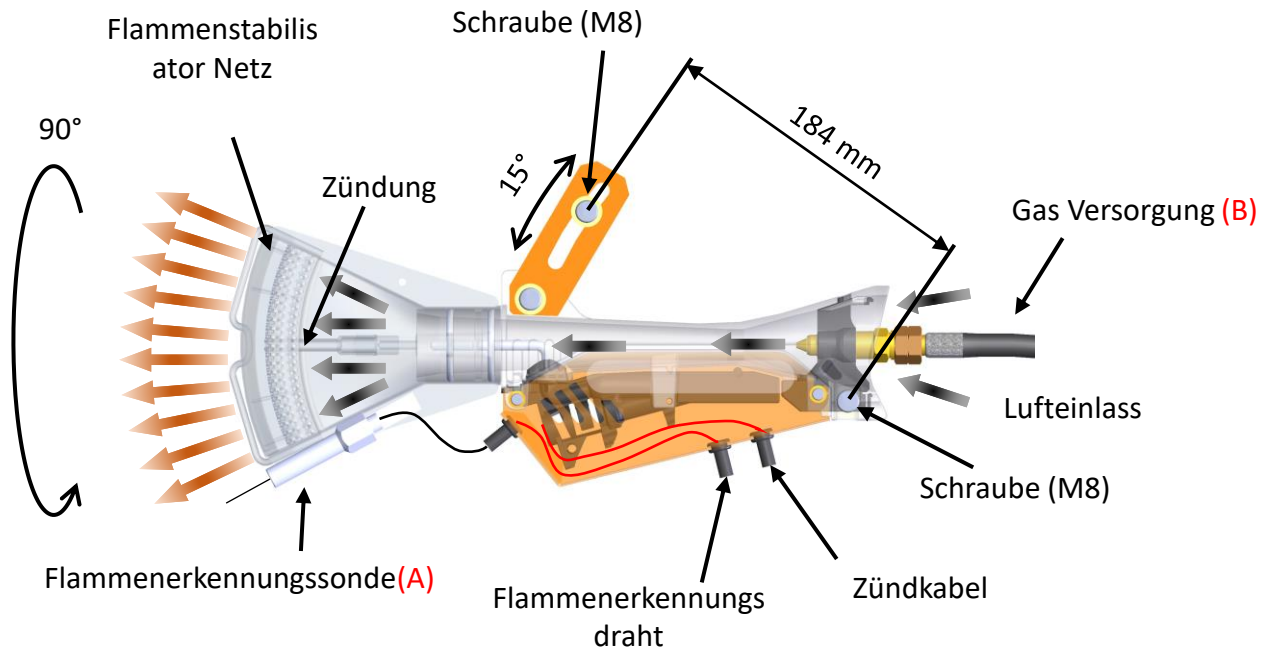

Abbildung 1: Brenner
Der Brenner (C) muss mit den 2 Befestigungsschrauben M8 montiert werden. Es sind zwei Einstellungen möglich: Ausrichtung der Baugruppe um 15° und Drehung der Verbrennungsdüse um 90° (Abbildung 1).